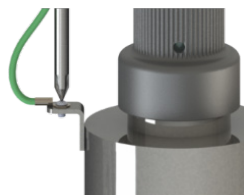

Figure 7. Vis de mise à la terre
Étape 8: Visser la vis captive de mise à la terre sur la cosse de mise à la terre, sur la chambre, UV afin d'assurer une bonne mise à la terre (figure 7).